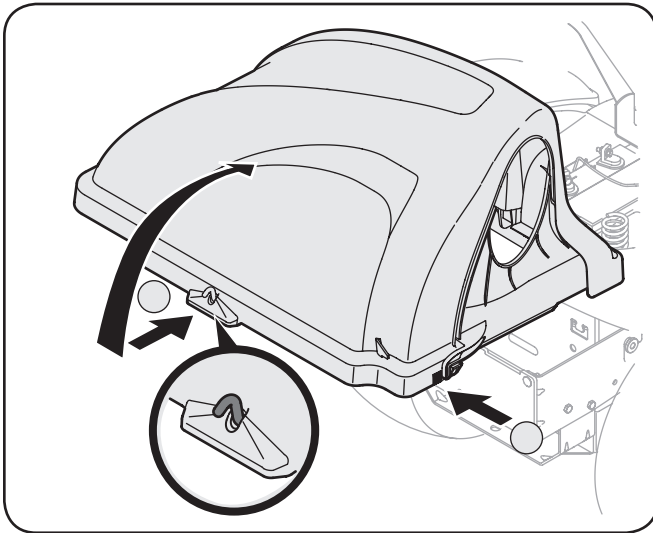

Figure 4-18
- Ouvrez le capot en appuyant sur l'arrière, la languette du côté droit avec votre main droite, comme illustré au point 1 de la figure 4-18, et levez le couvercle avec votre main gauche placée sur à l'arrière du centre du couvercle du dispositif d'ensachage, point 2.